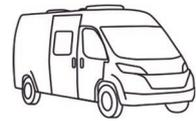

Bild 80 Toilettenraum mit Dusche
- Zum Duschen die Tür (Bild 80,1) schließen und den Duschkvorhang (Bild 80,2) komplett zuziehen, so dass alle Wände geschützt sind.